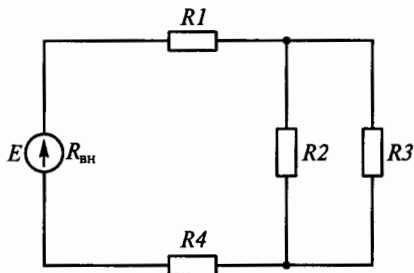

Рис. 14
**1.28.** Какое соединение резисторов  $R1...R4$  представлено на рис. 14?